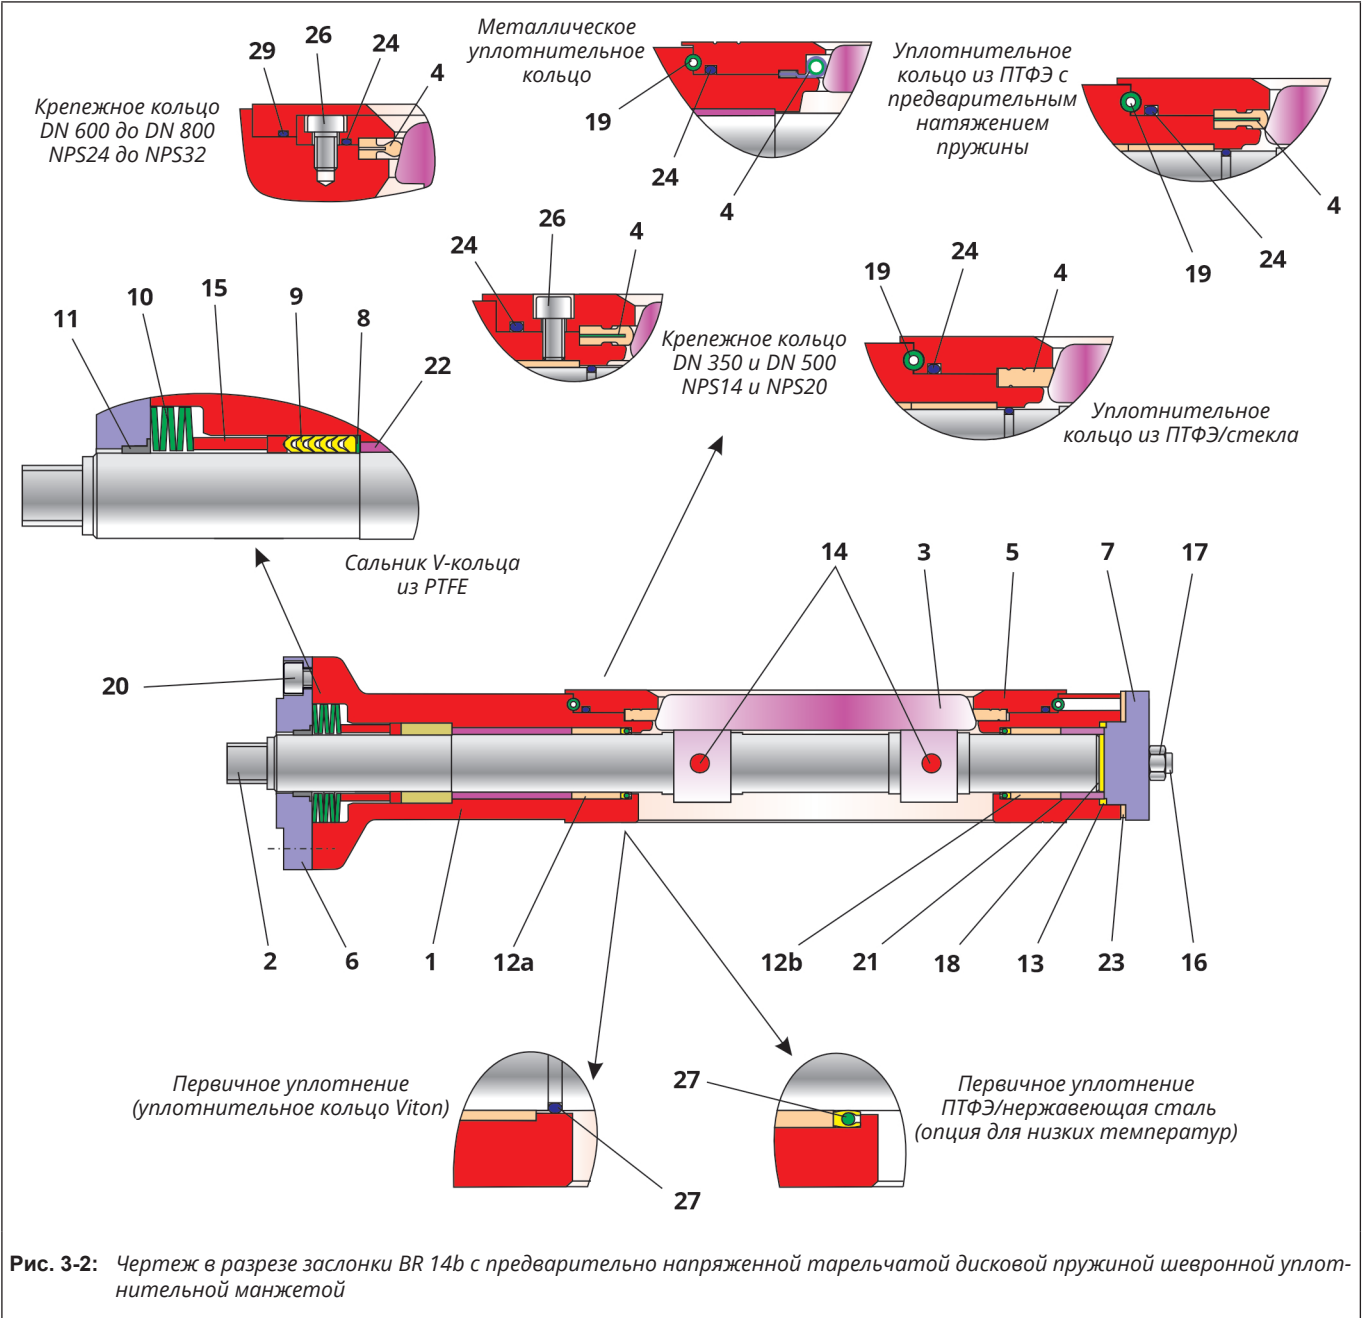

Рис. 3-2: Чертеж в разрезе заслонки BR 14b с предварительно напряженной тарельчатой дисковой пружиной шевронной уплотнительной манжетой
- ⇒ Вставьте упорную шайбу (8) через свободный конец вала в соответствующее место в корпусе заслонки.
- ⇒ Переместите шевронную уплотнительную манжету из ПТФЭ (9) через вал управления в отверстие корпуса и надавите монтажной втулкой.
- Расположение шевронной уплотнительной манжеты показано на чертеже в разрезе (Рисунок 3-2).
- ⇒ Переместите толкатель (15) через вал управления и вдавите его в соответствующее место в корпусе.
- ⇒ Установите комплект тарельчатых пружин (10).
- ⇒ Расположение тарельчатых пружин показано на чертеже в разрезе (Рисунок 3-2).
- ⇒ Вдавите подшипниковую втулку (11) в сальник (6).
- ⇒ Предварительно смонтированный таким образом сальник (6) аккуратно поместите на фланец корпуса и отрегулируйте болтами (20).
- ⇒ Равномерно и попеременно затяните болты (20).